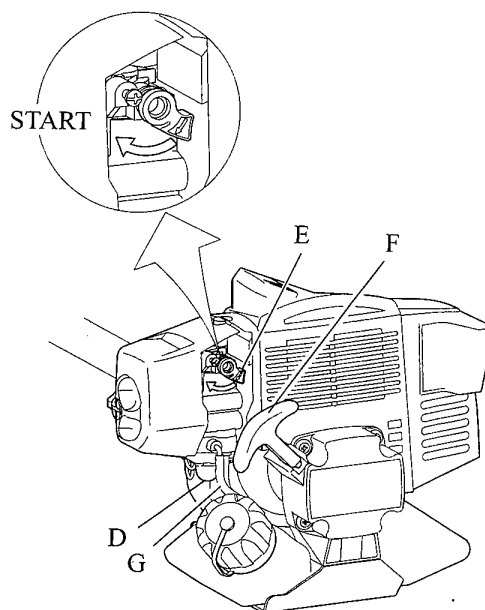

Fig.6-5
Zet de gasklep (E) in de START positie en druk de bediening van de versnelling (B) samen. De gasklephendel (G) zal automatisch terugkeren in de oorspronkelijke positie. (Fig.6-5)
2. Duw de ontstekingslading (D) meerdere keren samen totdat de benzine binnenin begint toe te stromen in de benzineretourpijp (G). (Fig.6-5)
3. Als de motor koud is, moet de gasklephendel (E) in de START positie worden gezet. Als de motor warm is, moet de gasklephendel (E) niet aangedreven worden. (Fig.6-5)
Zet de gasklephendel (E) in de START positie en druk de bediening van de versnelling (K) samen. De gasklephendel (E) zal automatisch terugkeren in de oorspronkelijke positie. (Fig.6-5)